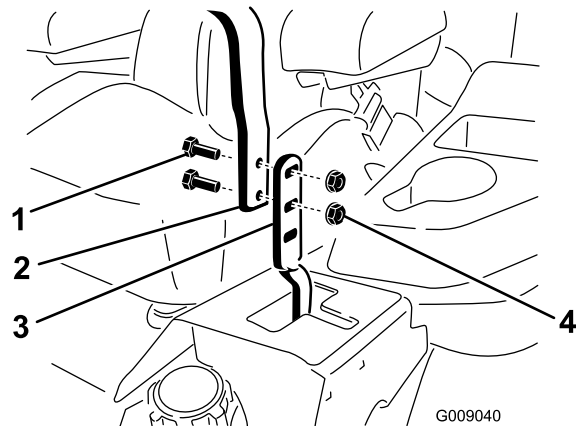

Figura 83
- Allentate i bulloni e i dadi delle flange montati sulle leve (Figura 83).